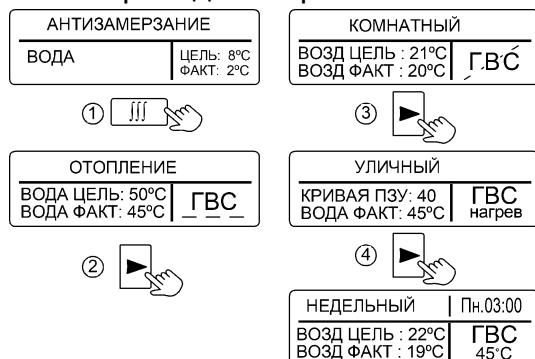
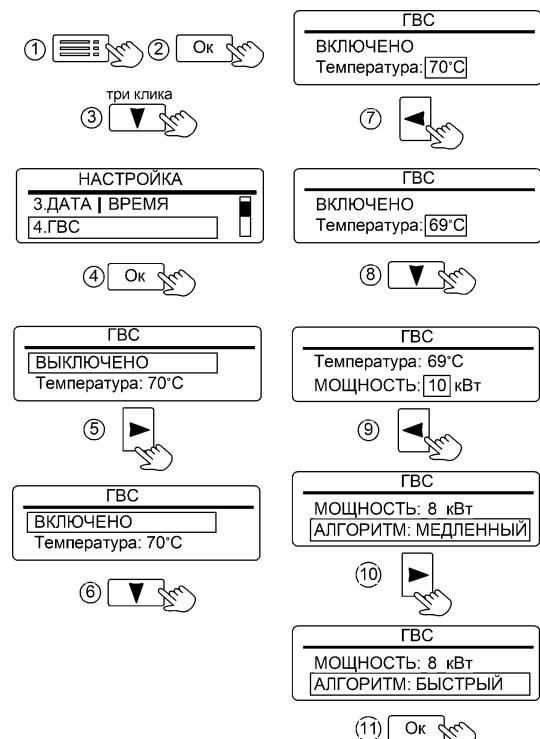
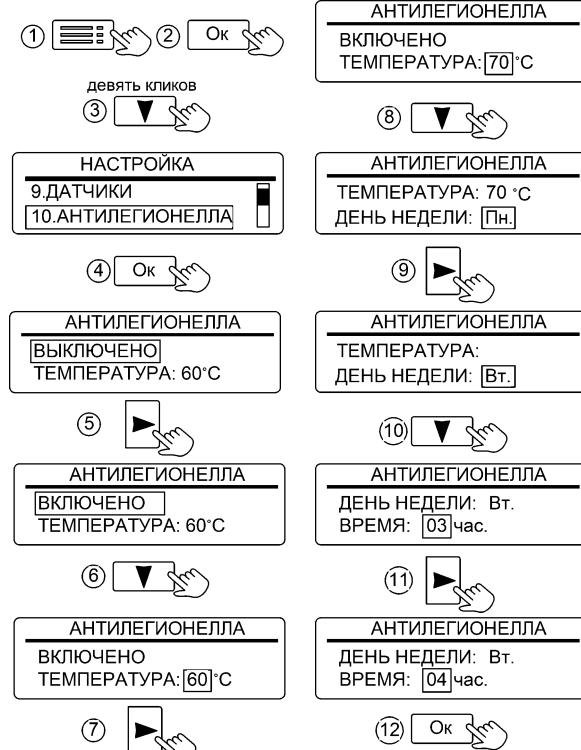

Рисунок 5. Режимы работы котла
Рисунок 12. Настройка режима «ГВС»
Рисунок 14. Настройка параметров режима «АНТИЛЕГИОНЕЛЛА»
2 - Отображение состояния режима «ГВС» (см. рис. 5):
Вид отображения режимов работы на дисплее приведён на рис.5.
Активация режима «ГВС» и настройка температуры горячей воды показана на рис. 12. Начальная заводская настройка температуры горячей воды - 70°C. При активированном режиме отображается как «ГВС» (см. рис. 5), при выключенном режиме, неисправном или отключённом датчике отображается как ГВС. В подменю «ГВС» предусмотрена настройка ограничения мощности ТЭН. Данную настройку рекомендуется применять при недостаточной мощности змеевика
В любой воде существует вероятность развития бактерий легионеллы. Чтобы исключить угрозу отравления водой, получаемой из косвенного водонагревателя, в котле предусмотрен режим «АНТИЛЕГИОНЕЛЛА». Для включения режима необходимо его активировать (см. рис. 12) и подключить NTC-датчик к плате контроллера (подключение выполняет квалифицированный специалист). Далее режим будет запускаться в работу совместно с режимом «ГВС». При отключении NTC-датчика – режим деактивируется и меню «АНТИЛЕГИОНЕЛЛА» (см. рис. 14) не доступно для Пользователя. Если режим активирован – каждую неделю, в установленное время выполняется нагрев воды в косвенном водонагревателе до значения 60°C, температура поддерживается в течении десяти минут. Во время нагрева вместо надписи «ГВС» отображается значок «» (см. рис. 13). Имеется возможность увеличить температуру нагрева воды до 70°C, при этом время поддержания температуры снижается до пяти минут.
Заводская настройка времени включения нагрева – Понедельник, 03:00. Имеется возможность изменения времени включения (см. рис.14). Кроме периодического включения нагрева (раз в неделю), запуск режима будет осуществляться при отключении или пропадании подачи электропитания более чем на семь дней и последующем включении
Перед активацией режимов «АНТИЛЕГИОНЕЛЛА» и «ГВС» рекомендуем уточнить максимально-допустимую температуру нагрева воды в бойлере. Для предотвращения риска причинения вреда здоровью и поломки оборудования, значения температурных уставок в режимах «ГВС» и «АНТИЛЕГИОНЕЛЛА» должны быть меньше максимально-допустимой температуры нагрева воды в бойлере. При необходимости уменьшите значения уставок (см. рис. 12, см. рис. 14).
11.1.4 «4.ГВС» - установка состояния режима «ВКЛЮЧЕНО / ВЫКЛЮЧЕНО». Индикация «ВКЛЮЧЕНО» означает разрешение на работу режима ГВС. Индикация «ВЫКЛЮЧЕНО» запрещает работу режима «ГВС» (см. рис. 12).